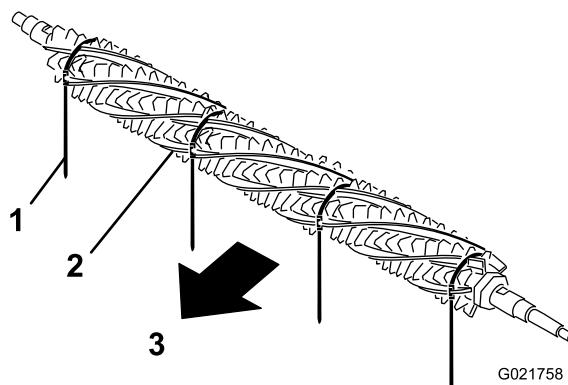

Figura 18
1. Desde un lado del molinete del acondicionador, deslice un cepillo en cada ranura alrededor de toda la longitud del molinete del acondicionador (Figura 18).